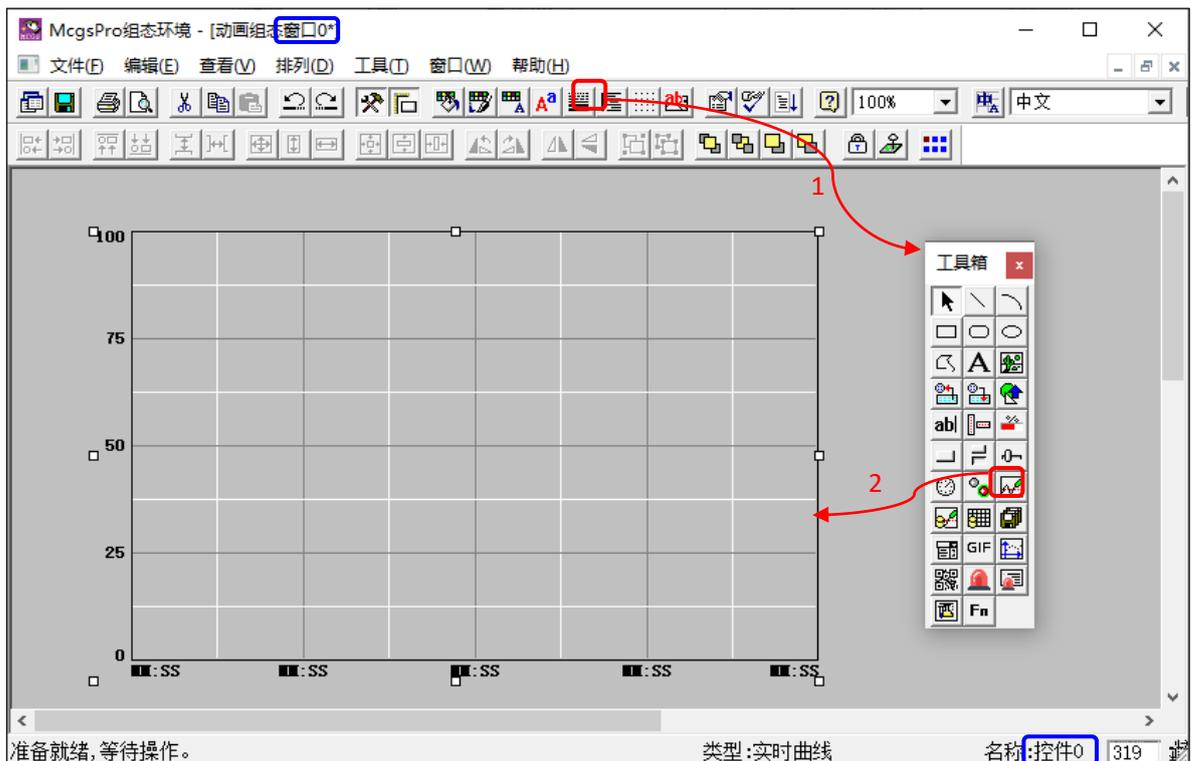
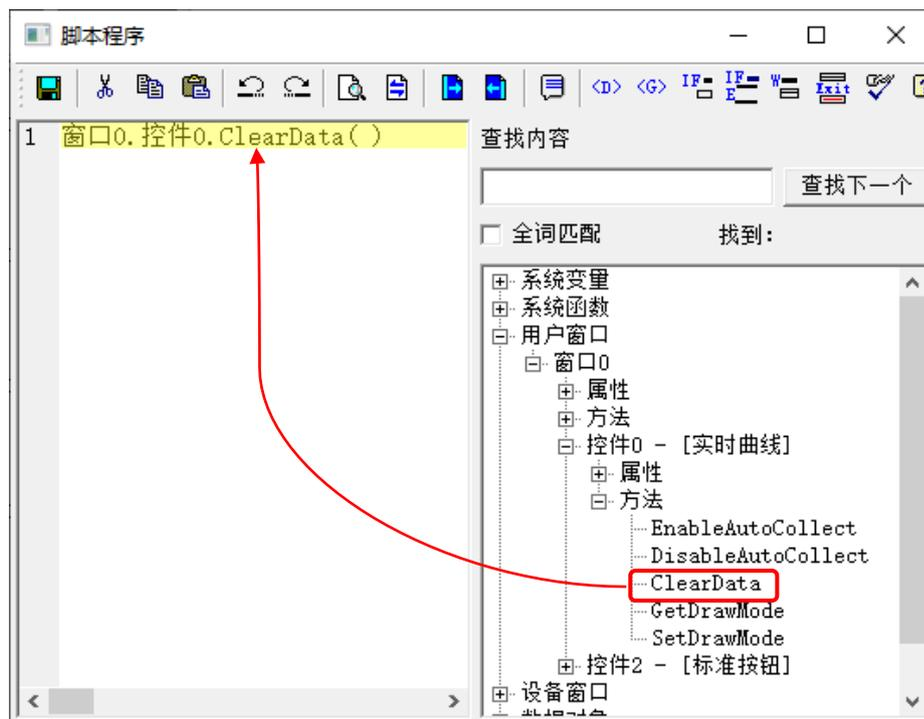

图 5.1-6 绘制实时曲线构件
图 5.1-10 添加方法函数“ClearData”
- ④ 绘制实时曲线构件：在工程的用户窗口中新建“窗口 0”，双击进入“窗口 0”组态界面，按照图 5.1-6 所示步骤，在窗口 0 中绘制“实时曲线构件”。
- ⑧ 曲线清除功能说明：McgsPro 提供构件方法函数，我们可以采用实时曲线构件的方法函数实现曲线清除功能。
- ⑨ 添加曲线清除功能：从图 5.1-6 可以看到，绘制的实时曲线构件位于“窗口 0”，构件名为“控件 0”。接下来在“窗口 0”中绘制一个标准按钮构件，双击标准按钮构件修改其显示文本为“清除曲线数据”，再进入按钮“脚本程序”→“打开脚本程序编辑器”→“用户窗口”→“窗口 0”→“控件 0”→“方法”→“ClearData”，将清除曲线数据函数“ClearData”添加到脚本编辑框，效果如图 5.1-10 所示。